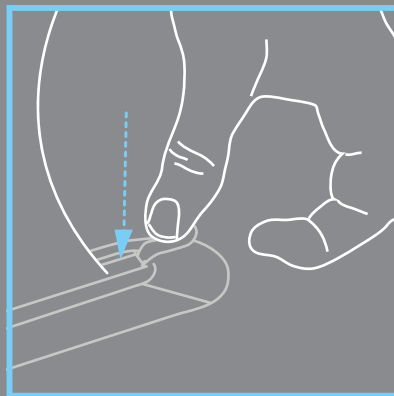

Imagen 2
- Con firmeza, empuja el otro extremo de la quilla hacia abajo y fíjala en su lugar empujando el cierre del extremo hacia abajo. (**Imagen 2**).